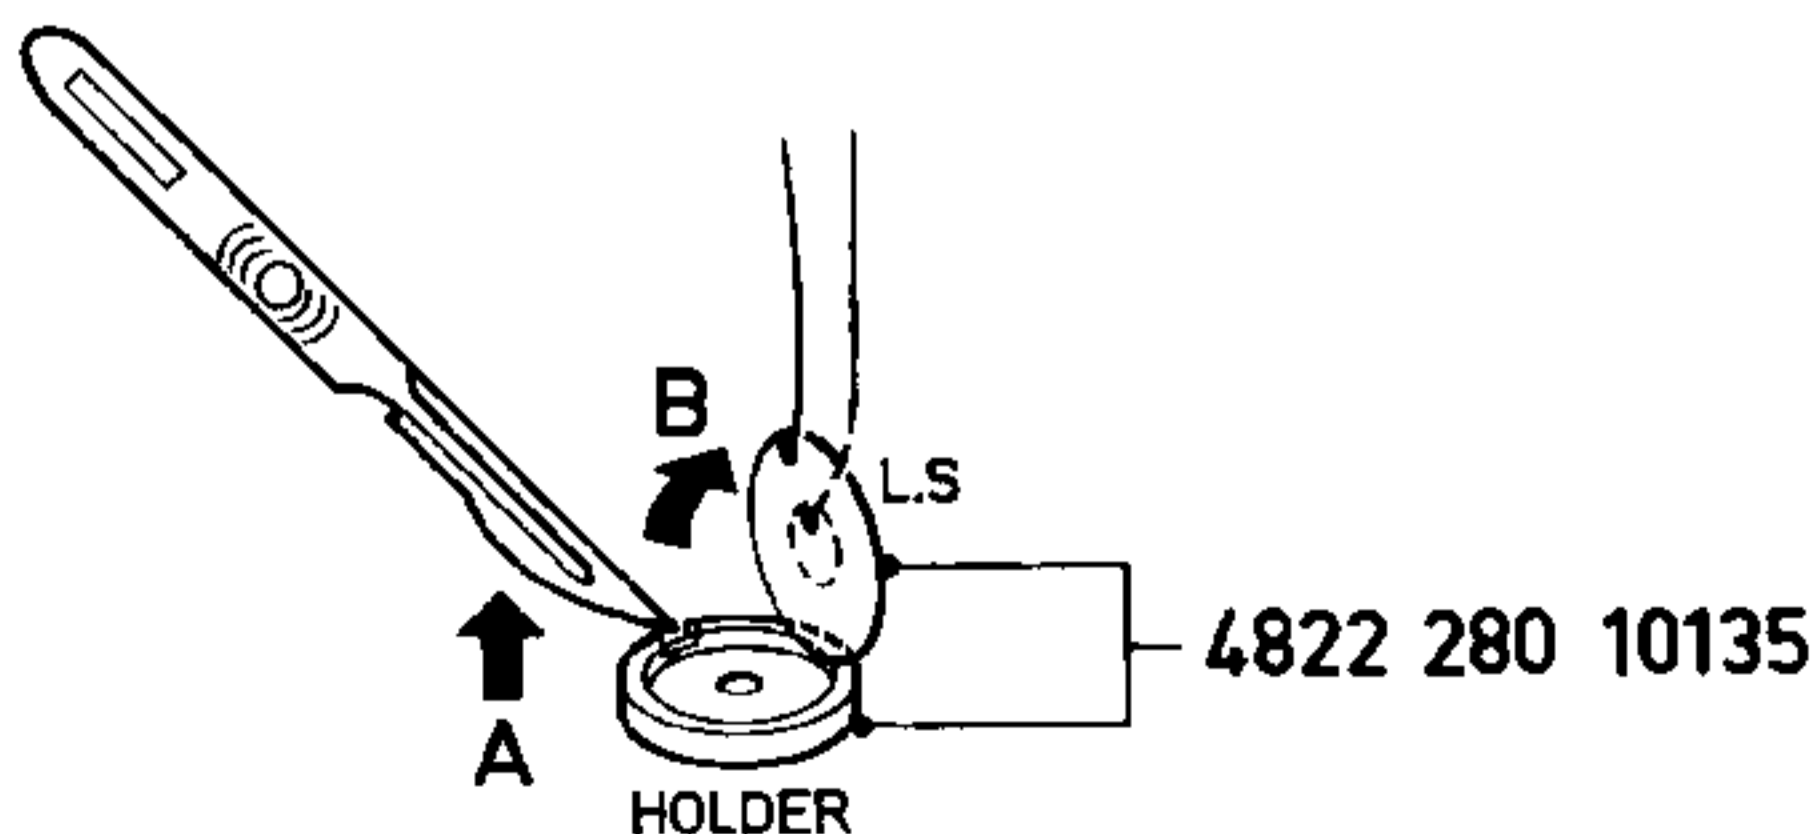

Fig. 1
- Take the piezo element out of its housing in a manner similar to the one shown in Fig. 1.
- Extraire le piézo-élément de son cadre comme indiqué à la fig. 1.
- Neem het piezo-elementje uit zijn behuizing op een soortgelijke manier als aangegeven in fig. 1.
- In ähnlicher Weise wie in Bild 1 gezeigt ist das piezoelektrische Element seinem Gehäuse zu entnehmen.
- Togliere l'elemento piezo dal contenitore come riportato in fig. 1.